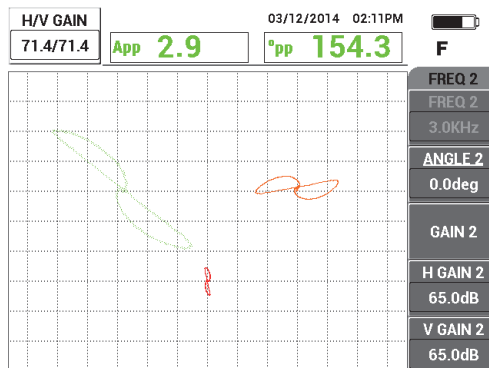

Abbildung 5-138 Einstellen der Verstärkung von FREQ 1
4. Drücken Sie die Direktzugriffstaste GAIN (**dB**) und erhöhen Sie die Verstärkung von Frequenz 1 bis das Lochsignal über 4 vertikale Skalenteile hoch reicht (siehe Abbildung 5-138 auf Seite 241).